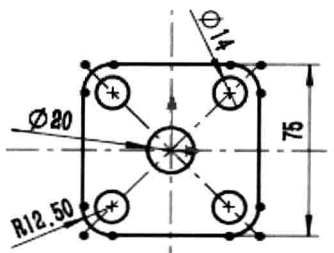

图 4.7 添加尺寸约束
Step 5 添加尺寸。选择下拉菜单 **工具(T)** → **标注尺寸(S)** → **智能尺寸(S)** 命令，添加图 4.7 所示的尺寸。